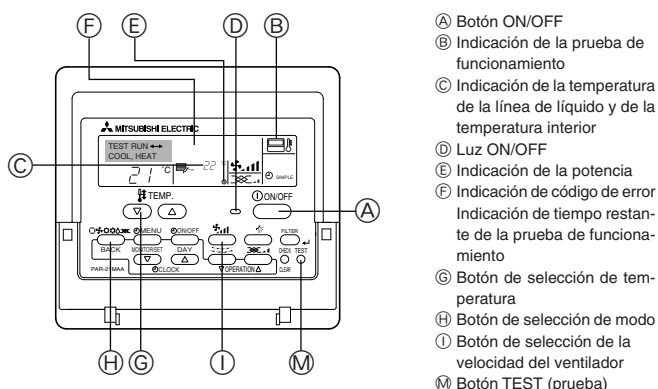

Fig. 7-1
7.2.1. Al usar el controlador remoto cableado (Fig. 7-1)
- ① Encienda el aparato por lo menos 12 horas antes de llevar a cabo la prueba de funcionamiento.
- ② Pulse el botón de prueba de funcionamiento [TEST] (PRUEBA) dos veces. ➔ Indicador del cristal líquido de prueba en funcionamiento "TEST RUN" (EJECUCIÓN DE PRUEBA)
- ③ Pulse el botón de selección de modo [Mode selection] (Modo). ➔ Compruebe que sale aire.
- ④ Pulse el botón de selección de modo [Mode selection] (Modo) y cambie al modo de refrigeración (o calefacción). ➔ Compruebe que sale aire frío (o caliente).
- ⑤ Pulse el botón de velocidad del aire [Fan speed] (Velocidad del aire). ➔ Compruebe que cambia la velocidad del aire.
- ⑥ Compruebe el funcionamiento del ventilador de la unidad exterior.
- ⑦ Desactive la prueba de funcionamiento pulsando el botón de activación/desactivación [ON/OFF]. ➔ Parar
- ⑧ Registre un número de teléfono.